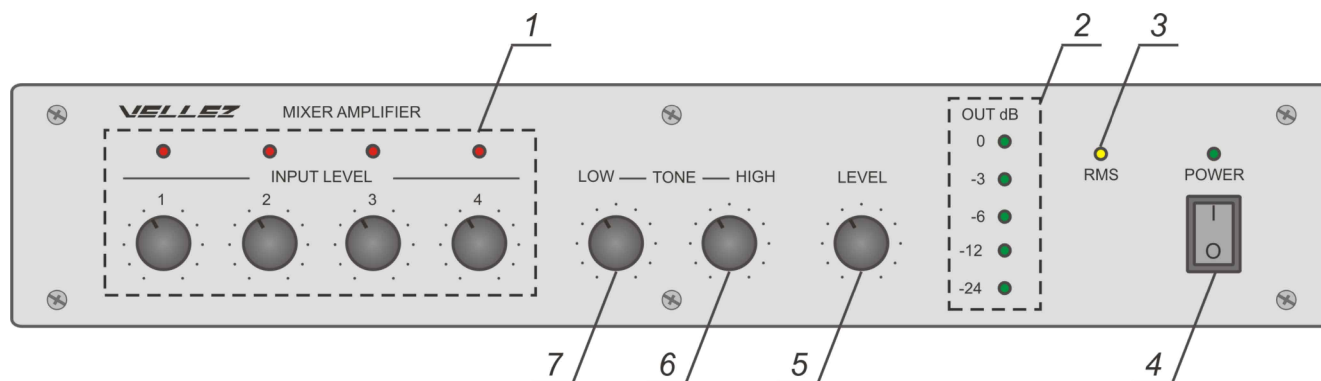

Рисунок 1
7.1 Размещение органов управления и индикации на передней панели усилителя приведены на рис. 1.